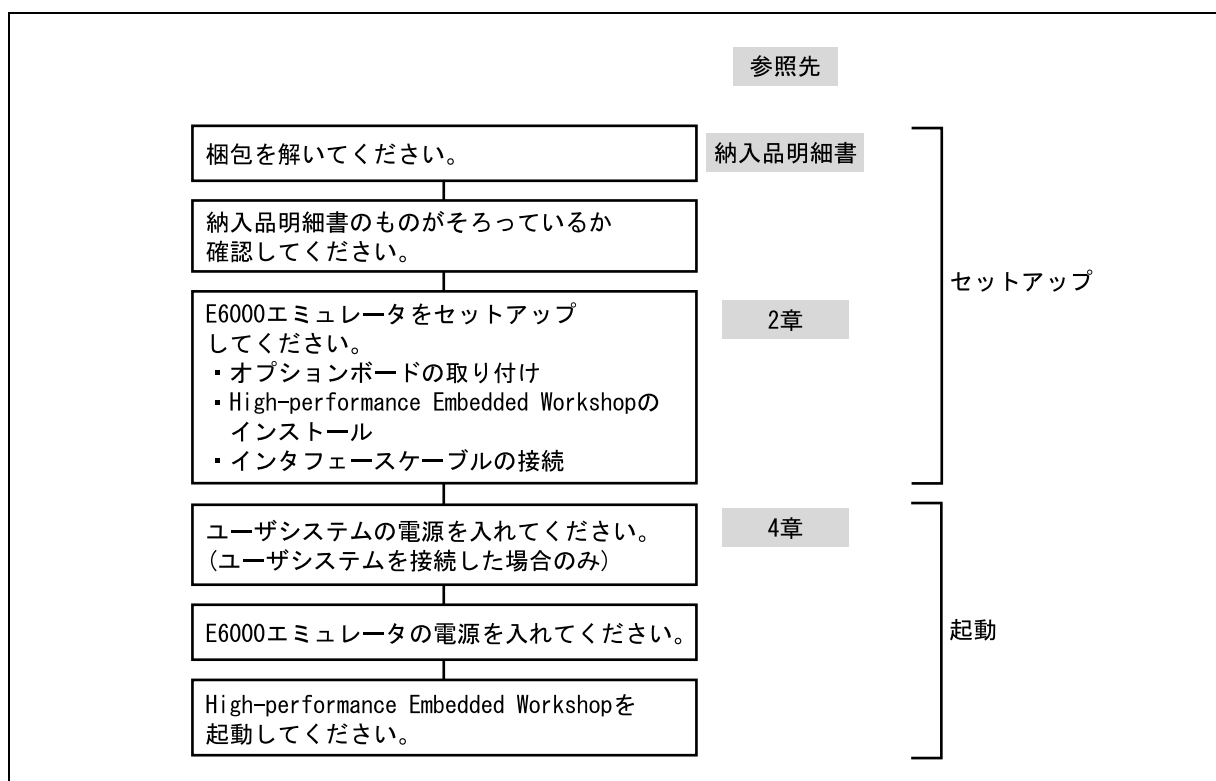

図 2-1 E6000 エミュレータ使用フローチャート
**準備を行う前に図 2-1中のアミのかかっている参照先を全てよく読んで理解してください。